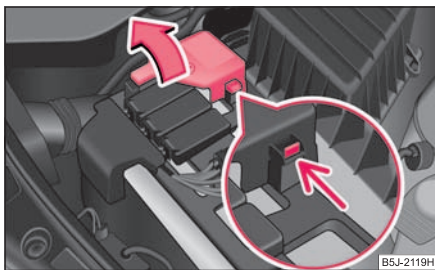

Fig. 204 Baterie: Deschiderea capacului polului plus
- Rabateți capul plus (+) ⇒ fig. 204.